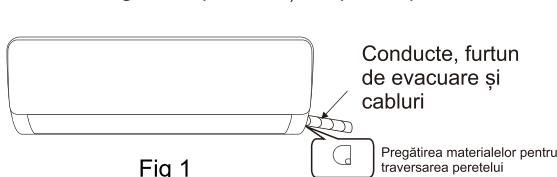
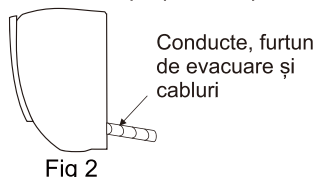

Fig 1
Fig 2
1. În funcție de poziția unității, conducta poate avea un traseu de la stânga la dreapta (Fig. 1) sau vertical din spate (Fig 2) (în funcție de lungimea unității de interior). În cazul traseului stânga dreapta, tăiați surplusul pentru fanta de evacuare de pe partea opusă.